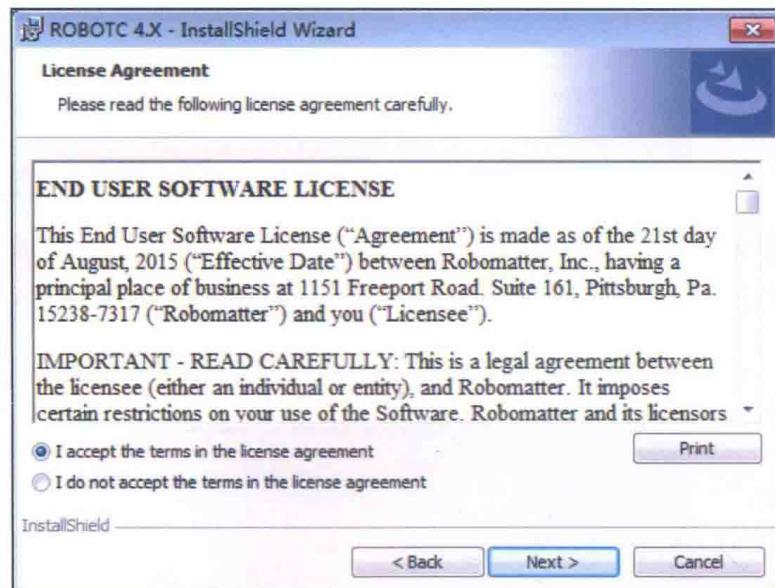

图 1-3
- (3) 在用户协议中选 “I accept the terms in the license agreement”，然后单击 “Next” 按钮进入下一步，如图 1-3 所示。